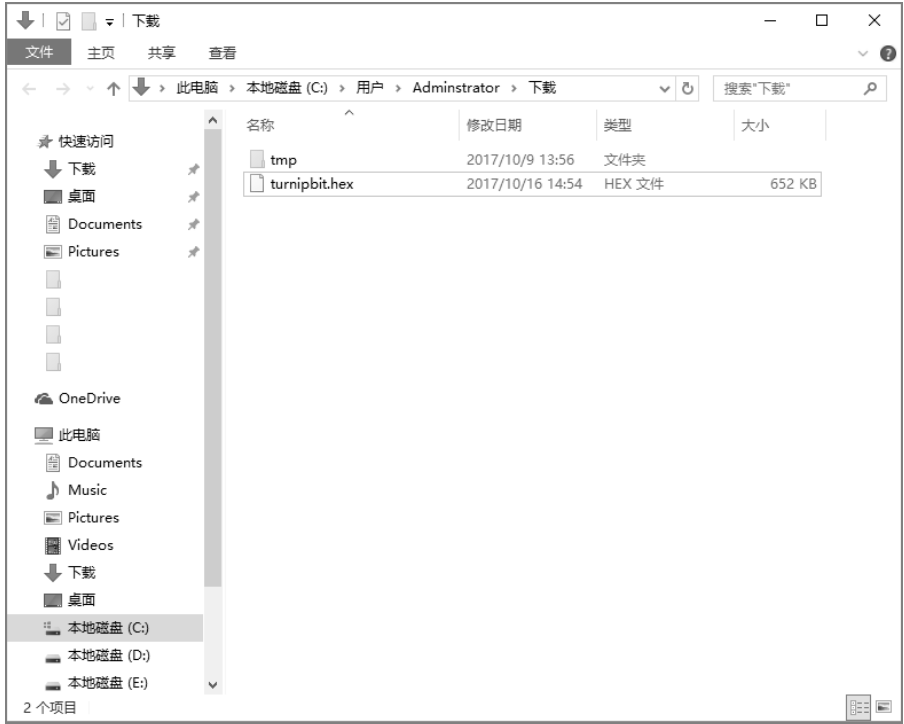

图 5-4 保存 HEX 文件
④ 保持程序名 TurnipBit 不变，点击“下载 hex”按钮将程序保存到电脑中，如图 5-4 所示。